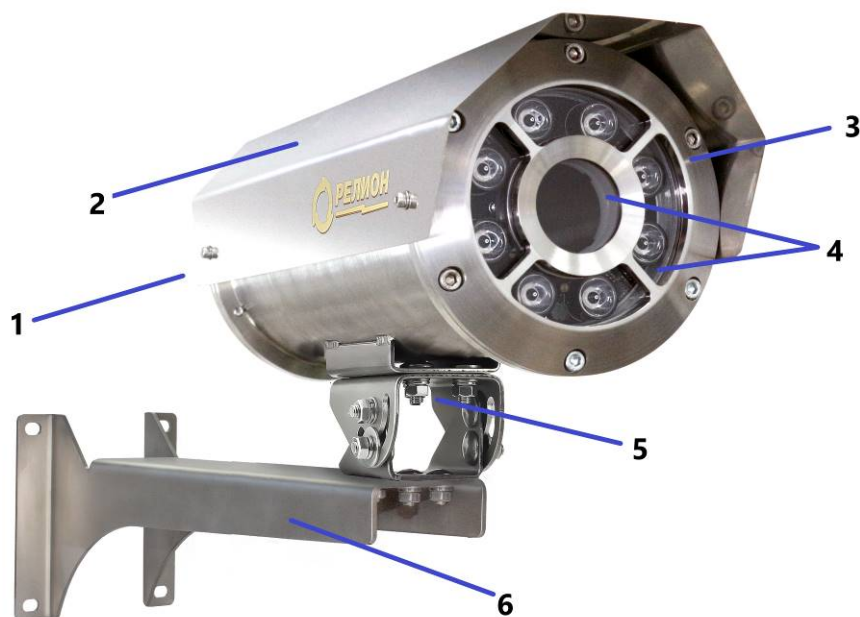

Рисунок 1 – Внешний вид термокожуха с ИК-проектором
Габаритные размеры указаны на рис. 1.
- Открутить болт крепления крепежно-юстировочного устройства (5) и отсоединить от него термокожух, рис.1;
- Определить место установки и закрепить крепежно-юстировочное устройство (6) к рабочей поверхности;
- Открутить фиксирующие винты и извлечь наполовину основание (заднюю крышку) с шиной из корпуса термокожуха, рис. 1;
- Установить термокожух на крепежно-юстировочное устройство (6) и зафиксировать при помощи болта (5), рис. 1;